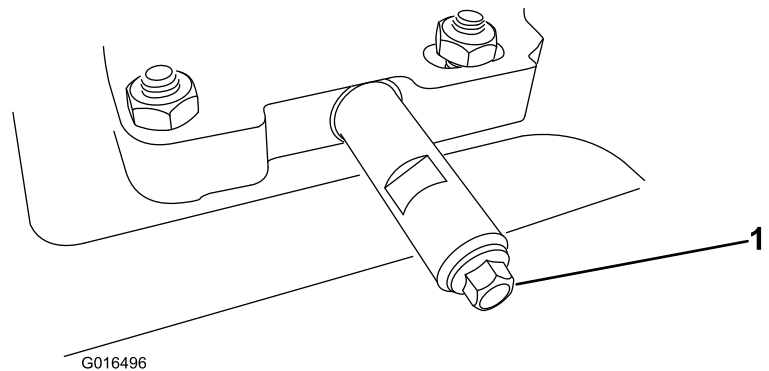

Figura 32
2. Curățați zona din jurul buonului de scurgere a uleiului (Figura 32).